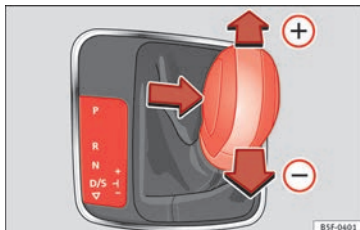

Fig. 159 Cambiar con Tiptronic.
- Empuje suavemente la palanca selectora hacia delante »» fig. 159  para engranar las marchas largas.
- Empuje suavemente la palanca selectora hacia atrás »» fig. 159  para reducir de marcha.